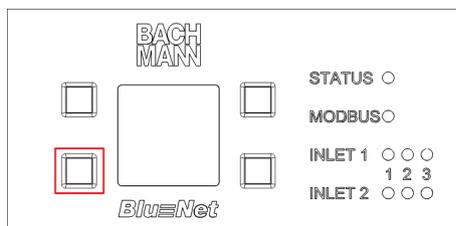

Fig. 84 : Écran avec boutons de commande
2. ➔ Maintenir le bouton en bas à gauche appuyé pendant deux secondes, puis le relâcher (Fig. 84 /indiqué en rouge).